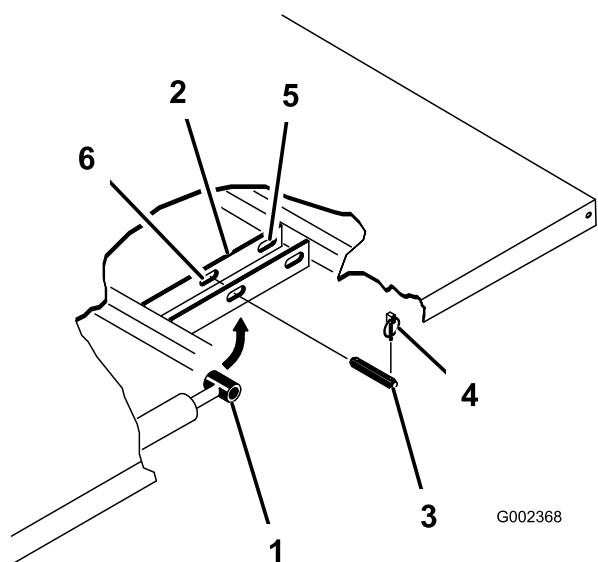

図 30
3. シリンダの外側端部からリンチピンを外す 図 30。
4. シリンダロッドの端部を荷台取り付けプレートのスロットに固定しているクレビスピンを内側に押し込んで外す(図 30)。
5. ピボットブラケットをフレームに固定しているリンチピンとクレビスピンを外す 図 30。